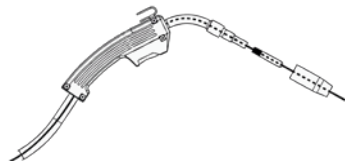

Рисунок 11
- Натисканням кнопки пальника подавайте дріт доти, поки його кінець не вийде з пальника (дивіться рисунок 11).